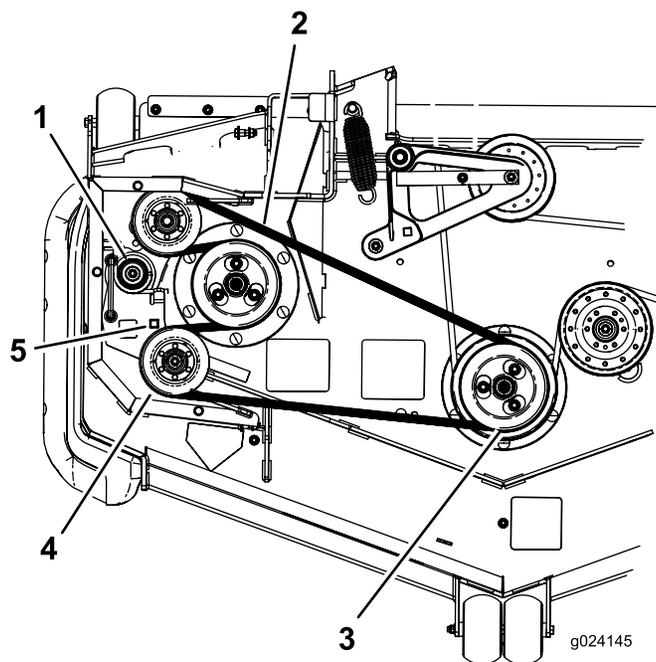

Figure 77
7. Insérez un rochet dans le trou carré du bras de tension pour détendre le ressort de la poulie de tension (Figure 77).
8. Enlevez la courroie de la poulie du tablier de coupe (Figure 77).
9. Enlevez la courroie des poulies restantes (Figure 77).
10. Insérez le rochet dans le trou carré pour chausser la courroie sur les poulies du tablier de coupe et les poulies de tension (Figure 77).